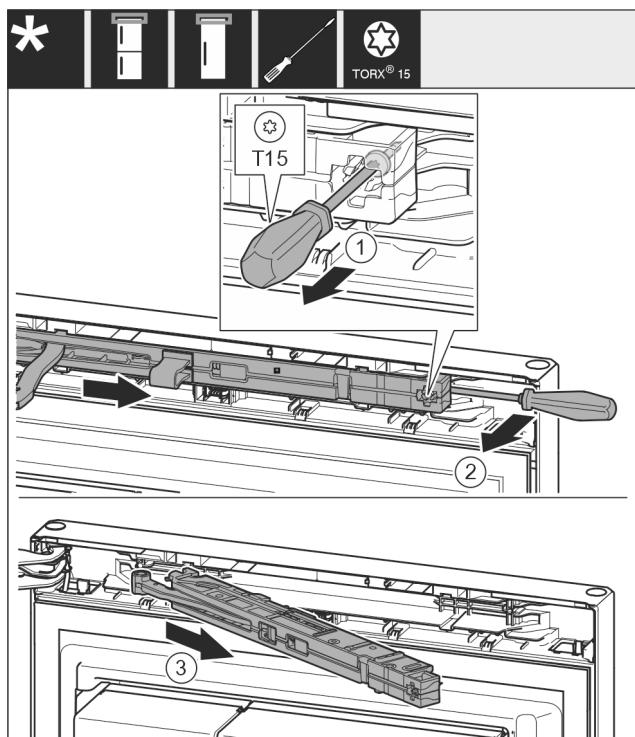

Fig. 10
► Odvijačem T15 otpustite vijak na jedinici prigušivača zatvaranja oko 14 mm. Fig. 10 (1)
► Umetnite odvijač na strani ručke iza jedinice prigušivača zatvaranja i okrenite jedinicu prema naprijed. Fig. 10 (2)
► Izvucite jedinicu prigušivača zatvaranja. Fig. 10 (3)